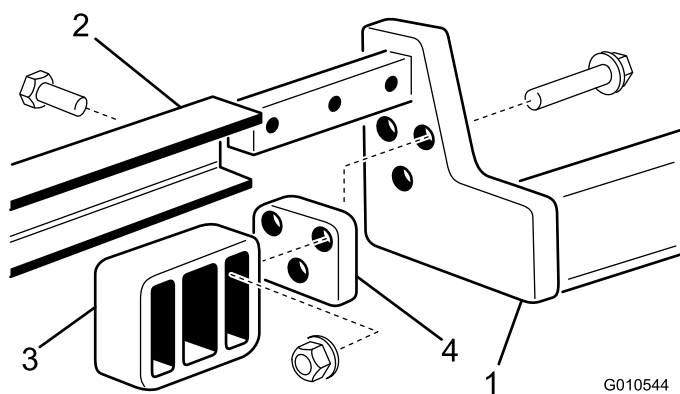

Figure 6
- 3. Installez un berceau arrière à chaque bras de relevage à l'aide de 3 boulons, entretoises et écrous à embase, comme illustré (Figure 6).
- 4. Faites glisser le bâti porteur sur les bras de relevage en prenant soin d'aligner les trous de montage. Fixez chaque côté du bâti porteur aux bras de relevage à l'aide de 3 boulons (1/2 x 1-1/2 po). Serrez les boulons à un couple de 95 à 108 Nm (Figure 6).